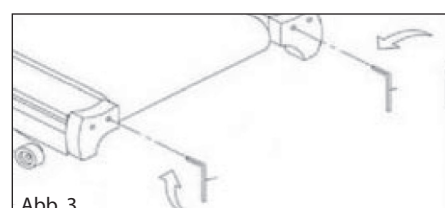

Abb. 3
2.3. Laufbandspannung reduzieren (Abb. 3; Abb. 5):